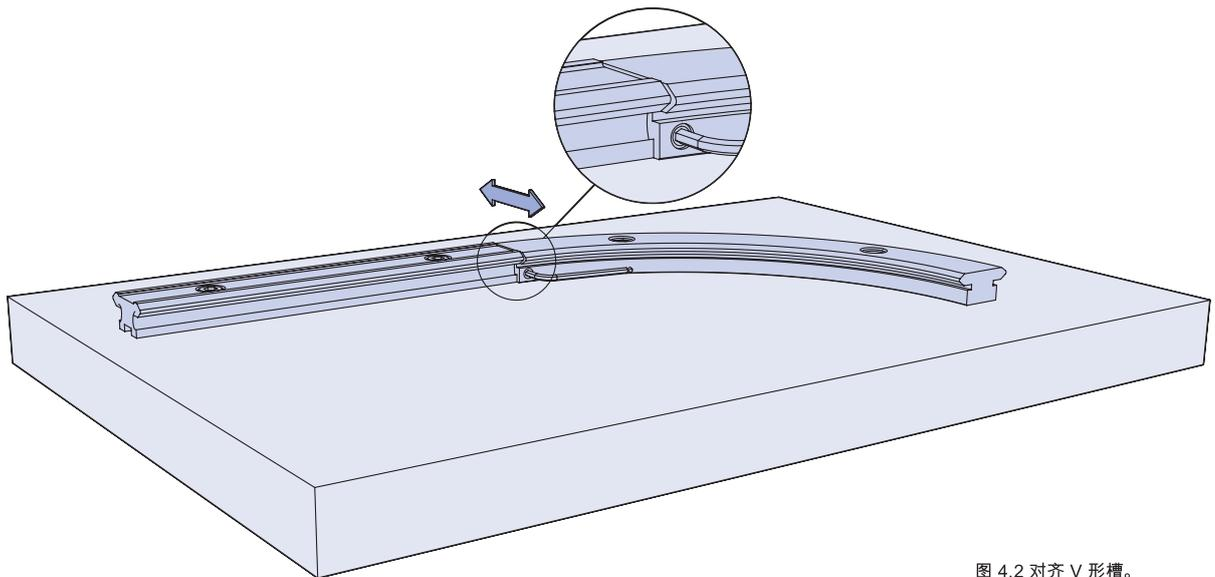

图 4.2 对齐 V 形槽。
4.2 通过调节顶起螺丝,可微调环的位置,从而定将两个组件定中并确保 V 形槽对齐(图 4.2)。